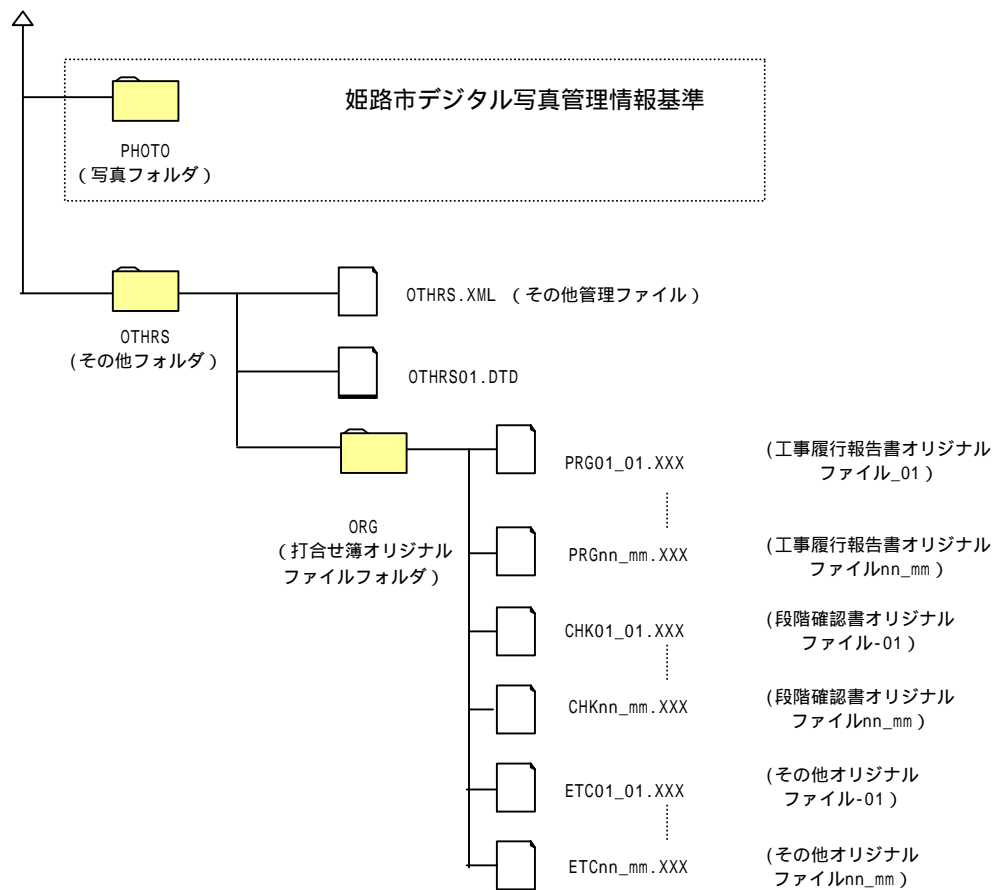

図 3-3-5 機械設備工事におけるフォルダ構成(5/5)
- 図 3-3-5 機械設備設計業務におけるフォルダ構成(5/5)